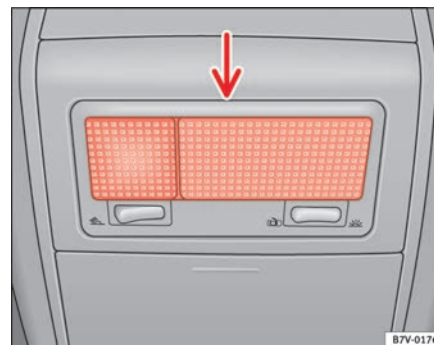

Abb. 168 Innenleuchte ▶
- Einen flachen Schraubenzieher oder einen ähnlichen Gegenstand zwischen Gehäuse und Glas (Pfeil) ⇒ Seite 258, Abb. 168 einführen und das Glas vorsichtig abnehmen.